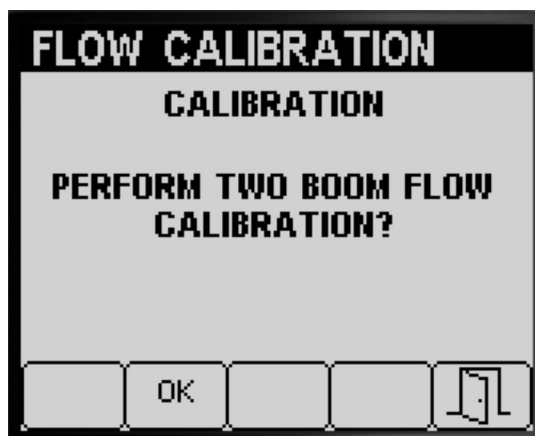

Figura 58
- Si no necesita realizar la calibración de 2 secciones de fumigación, pulse el botón 5 para volver a la pantalla Calibrar (Figura 58).
Si completó una calibración de 3 secciones de fumigación, el InfoCenter le indica que debe realizar una calibración de 2 secciones de fumigación (Figura 58); realice una de las acciones siguientes: